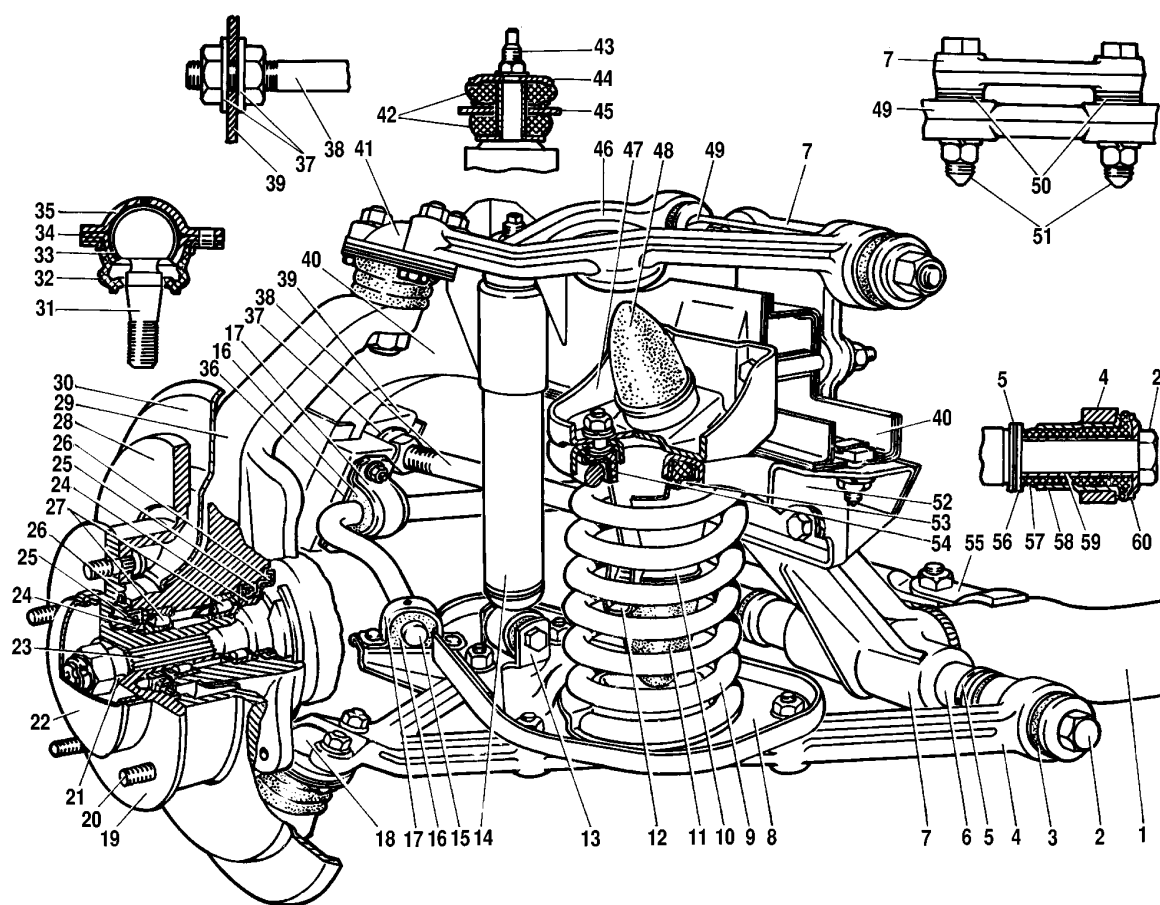
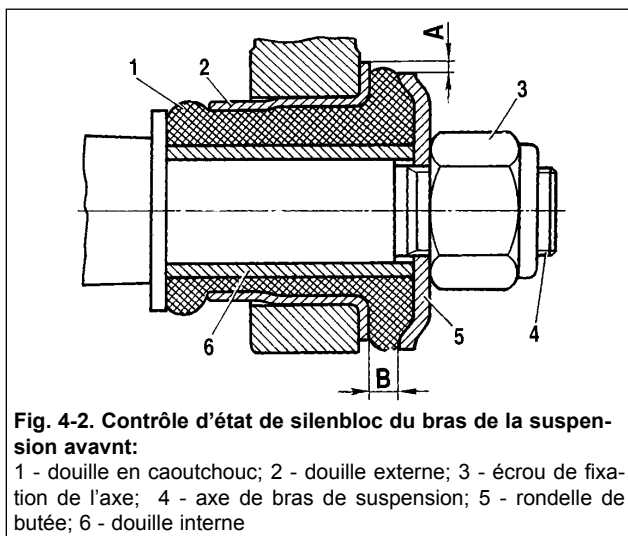

Fig. 4-1. Suspension avant:
Fig. 4-2. Contrôle d'état de silenbloc du bras de la suspension avant:
Disposition de la suspension avant est présentée sur la figure 4-1.
- mesurer la valeur de déplacement radial **A** (fig. 4-2) de douille extérieure 2 par rapport à la douille intérieure 6, ainsi que la distance **B** entre la rondelle de butée 5 et l'extrémité extérieure de la douille extérieure 2.
Angle d'inclinaison longitudinale de l'axe de braquage. Si au cours de contrôle la valeur d'angle n'est pas conforme à celles-ci indiquées ci-dessus, il est nécessaire de changer le nombre des rondelles de réglage 50 (fig. 4-1) situées entre l'axe de bras supérieur et le support de la barre transversale (voir la figure 4-2).
Au cas où l'angle de convergence des roues avant ne serait pas normal, il est nécessaire le régler, en changeant le nombre des rondelles 50 (fig. 4-1), situant entre l'axe de bras supérieur et le support de la barre transversale.
- déposer un chapeau du moyeu de roue à l'aide de l'outil 67.7823.9514, dévisser l'écrou de réglage et déposer la douille 21 (fig.4-1);